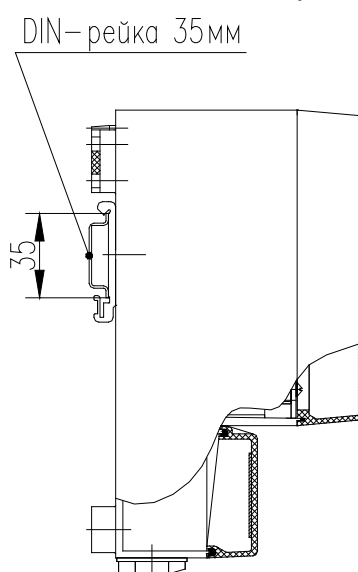

Рис. 6. Монтаж БОИ на DIN-рейку
2.2.7.2 На рис. 6 показан монтаж БОИ на DIN-рейку.